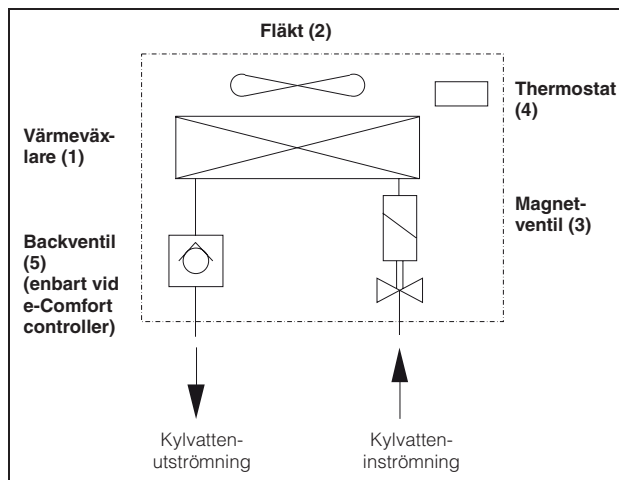

Bild 2: Luft/vatten värmeväxlare
Luft/vatten värmeväxlaren består av följande huvudkomponenter (jmf. bild 2): värmeväxlarpaket (1), fläkt (2), magnetventil (3), termostat (4) och backventil (5).